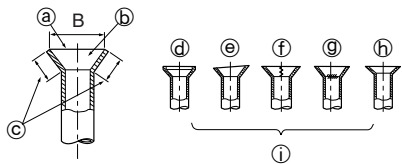
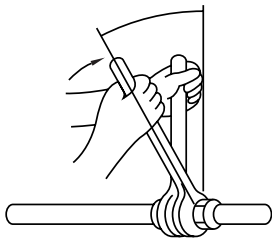

Fig. 5-7
Fig. 5-8
5.2.5. Controllo (Fig. 5-7)
- ① Superficie liscia tutto intorno
② Interno lucido, senza graffi
③ Silezza uniforme sull'intera circonferenza
④ Troppo
⑤ Inclinato
⑥ Graffi sulla superficie svasata
⑦ Con incrinature
⑧ Irregolare
⑨ Esempi di svasatura non corretta
- Applicare una piccola quantità di refrigerante alla superficie di posa della tubazione. (Fig. 5-8)